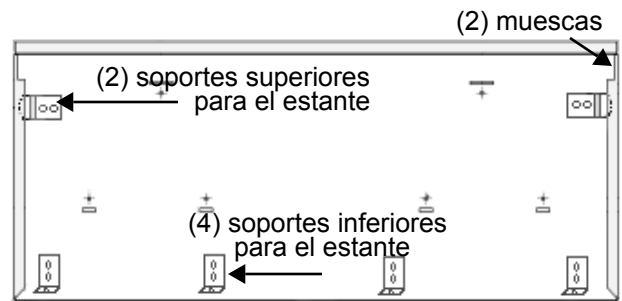

Figura 23: 48 Pulg Dorso de la placa mural
5. Instale la placa mural colocando las muescas de las esquinas (dorso de la placa mural) encima de los dos soportes superiores del estante. Deslice el accesorio del estante hacia arriba hasta que la parte inferior se enganche en los soportes inferiores (Figura 23).